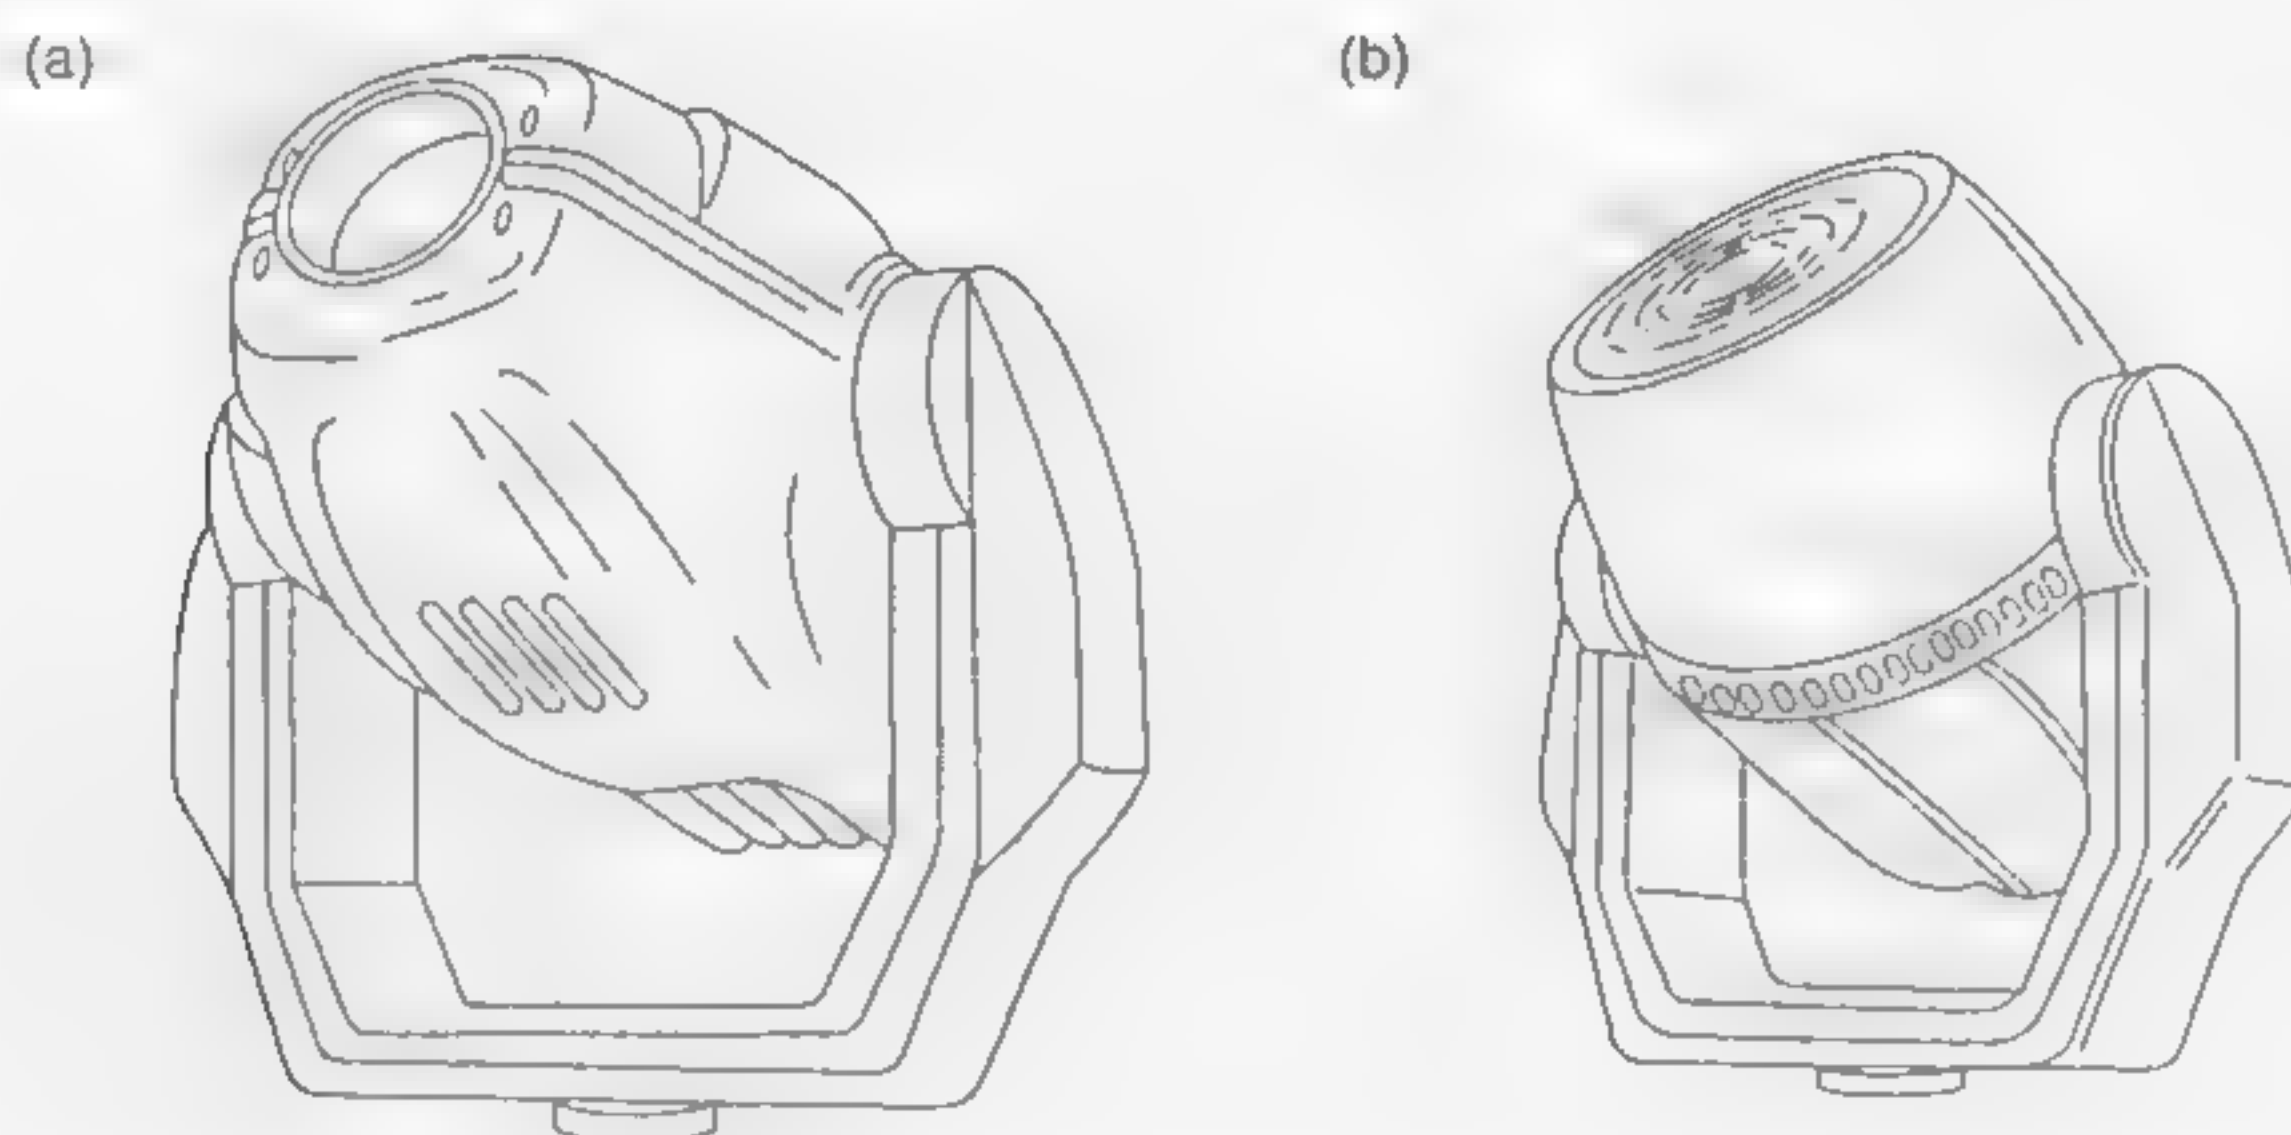

Рис. 9.62 (а) Динамический эффектный свет; (б) динамическая размытая цветовая раскраска
- Осветительные приборы, где луч перемещается за счет движения всего прибора (рис. 9.62).
В приборах **цветовой раскраски** используются 575-ваттные HTI или 1000-ваттные вольфрамовые источники света, и они относятся к первой подкатегории динамического света. Эти приборы обеспечивают переменный «размытый» цвет и переменную ширину луча, но без gobo-эффектов. Их диапазон панорама/наклон обычно составляет 370°/240° (рис. 9.62 (b)). Все системы динамического света производят небольшой шум, идущий или от охлаждающих вентиляторов, или от моторов.